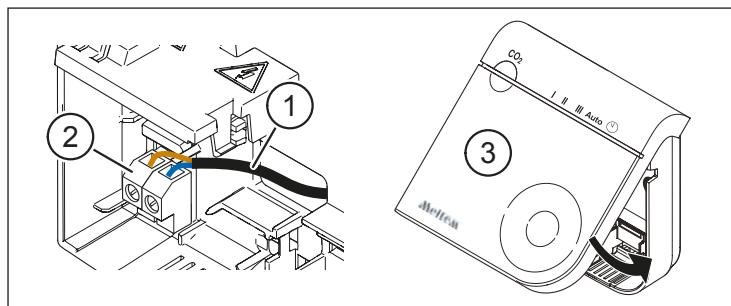

Fig. 4: Branchement du câble d'alimentation et installation du couvercle
- ▶ Branchez le câble d'alimentation (pos. 1 dans Fig. 4) aux bornes (pos. 2 dans Fig. 4).
- ▶ Installez le couvercle (pos. 3 dans Fig. 4) avec les ergots dans les fentes sur le boîtier.